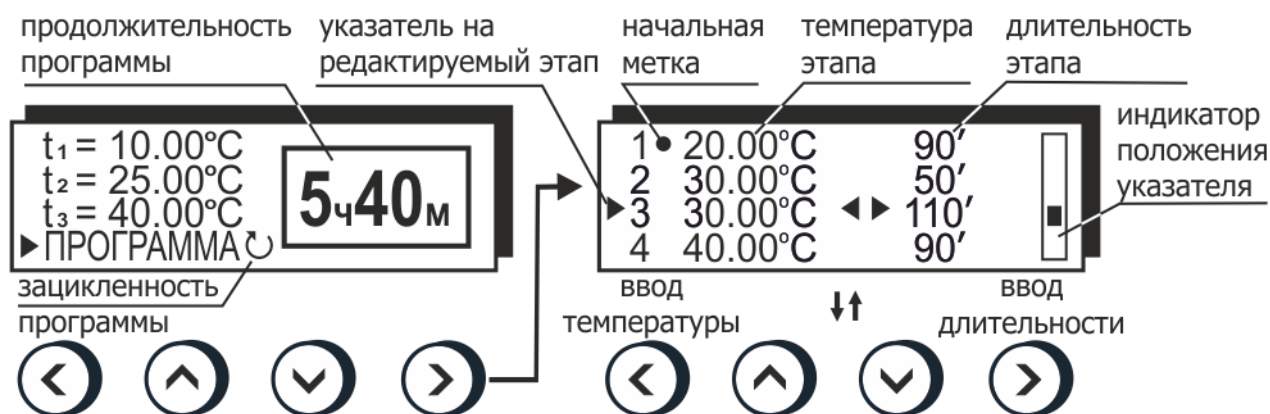

Рисунок 21 — Редактирование программы
- кнопками (▲) и (▼) установить номер стартового этапа, он будет отмечен меткой ● в редакторе программы (рисунок 21);